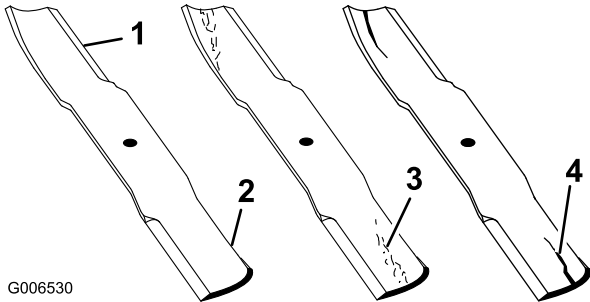

Bild 42
1. Untersuchen Sie die Schnittkanten (Bild 42).
2. Prüfen Sie die Schnittmesser, insbesondere den gebogenen Bereich (Bild 42).
Hinweis: Montieren Sie, wenn Sie Schäden, Verschleiß oder Rillenbildung in diesem Bereich feststellen (Bild 42), sofort ein neues Schnittmesser.